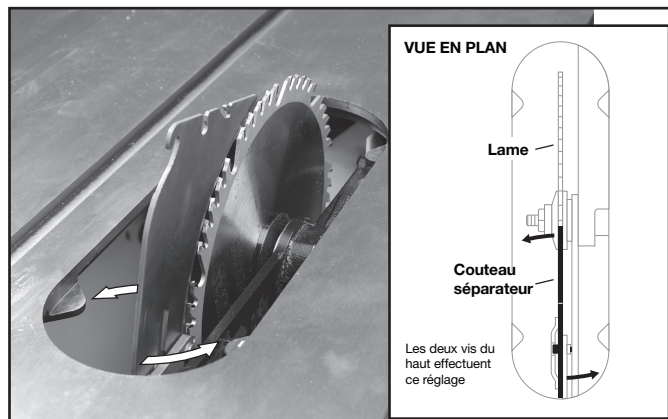
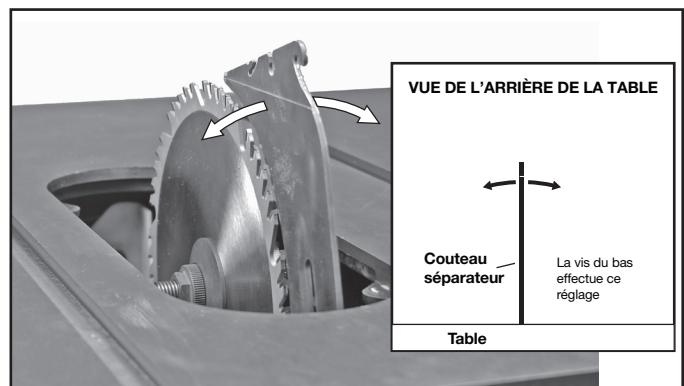

FIG. 36
FIG. 37
REMARQUE : Les deux vis de calage (PP) près de la plaque de verrouillage du couteau séparateur (RR) règlent le couteau séparateur comme l'illustre la VUE EN PLAN (fig. 36). La vis de calage (QQ) règle le couteau séparateur comme l'illustre la VUE DE L'ARRIÈRE DE LA TABLE (fig. 37).